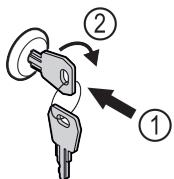

Fig. 197
- Introducir la llave. Fig. 197 (1)
- Girar la llave 90° en sentido horario. Fig. 197 (2)